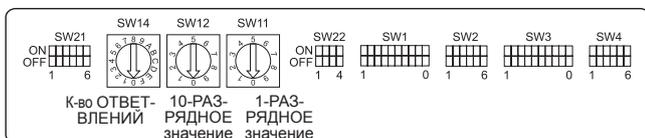

Fig. 5-9
5.5. Установка адресов (Fig. 5-9)